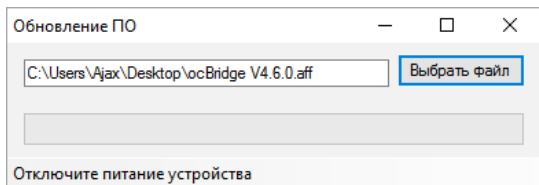

РИС. 26. Выбор файла прошивки приемника
7.2. ПО обновляется при помощи программы-конфигуратора. Если приемник подключен к конфигуратору, следует нажать кнопку «Отключиться» не отсоединяя осBridge физически от ПК. Затем в меню «Подключение» – «Настройка» выбираем порт, к которому подключен осBridge. После чего в выпадающем меню «Файл» необходимо выбрать пункт «Обновление ПО» и нажав кнопку «Выбрать файл» указать путь к файлу \*.aff с обновленной версией ПО на диске (РИС. 26).